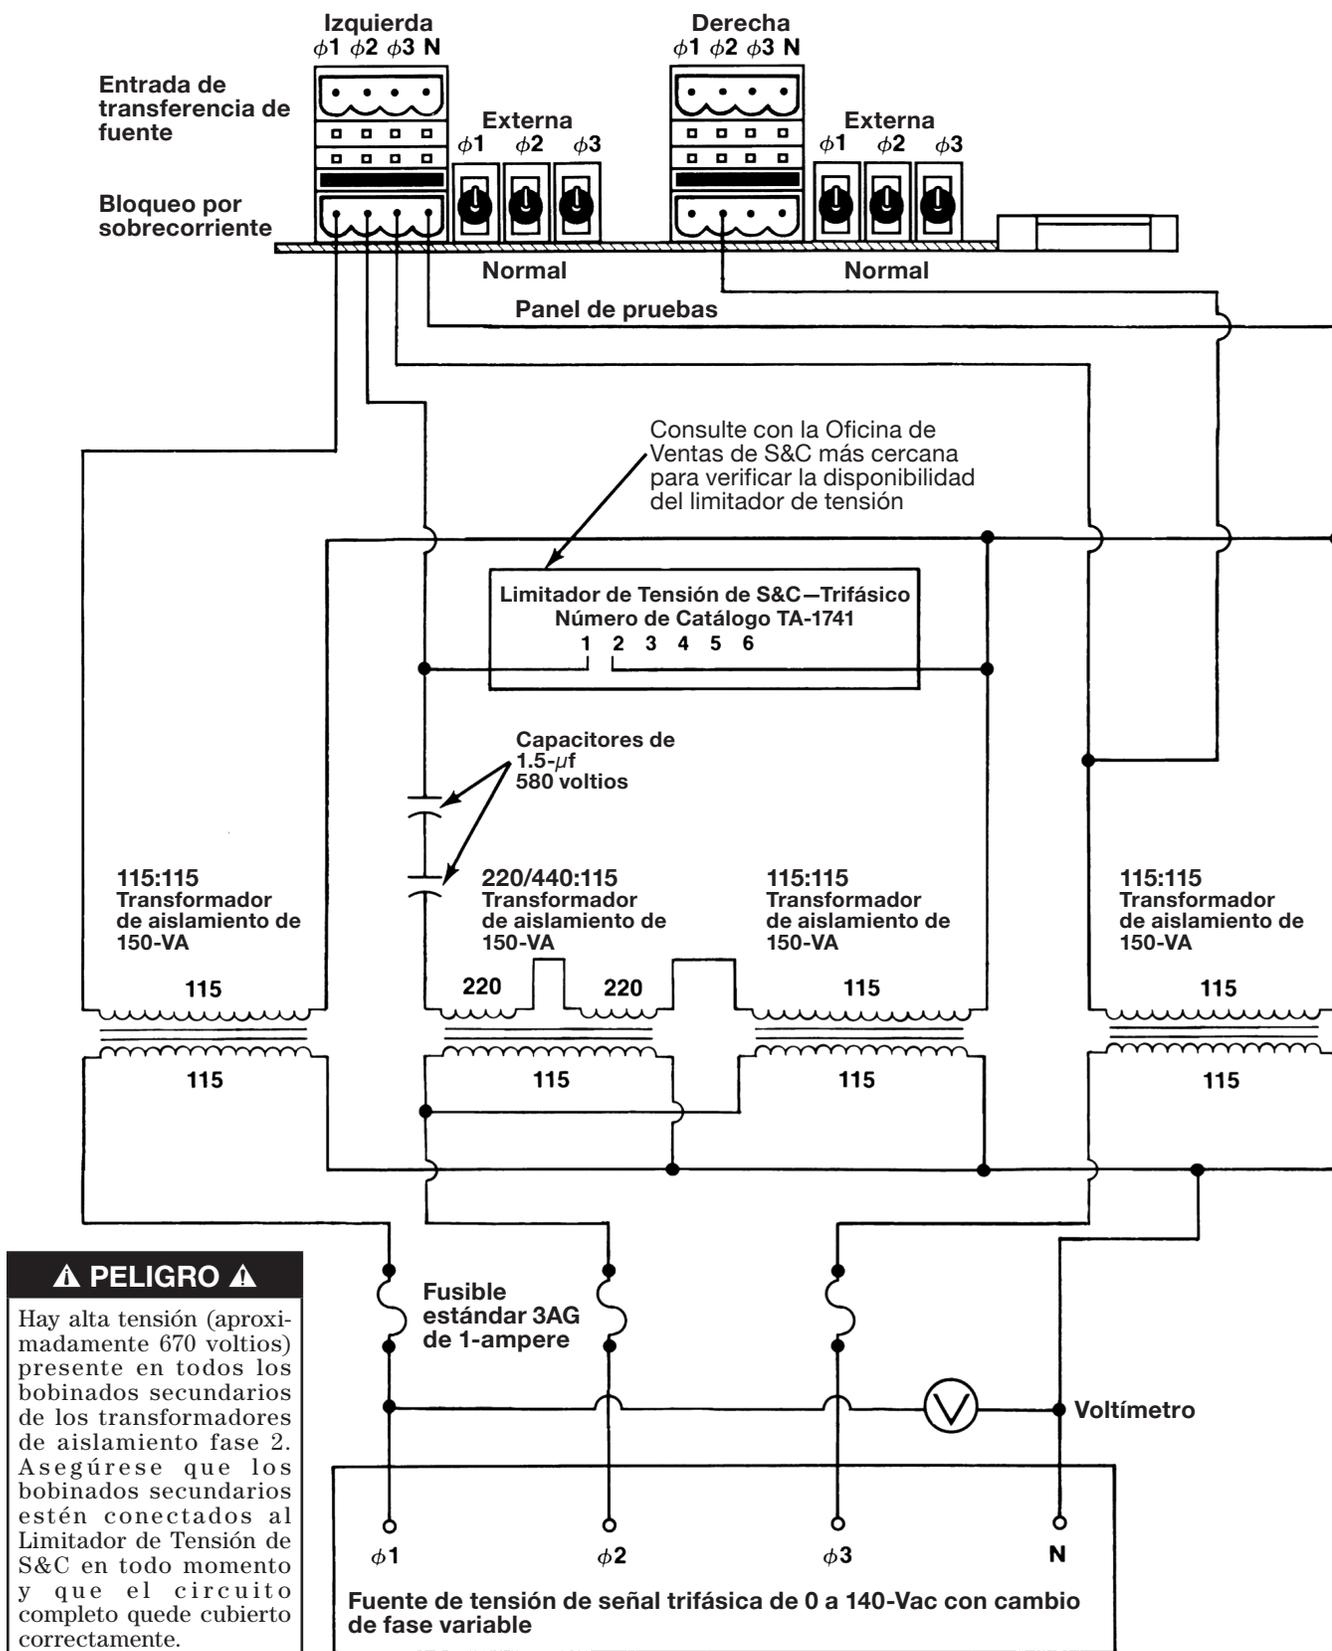

Figura 5. Diagrama de conexión del circuito de prueba fuente trifásica para las aplicaciones en equipos tipo pedestal.
Paso 5 Coloque los interruptores selectores de externa/normal del panel de pruebas de la fuente izquierda y de la fuente derecha en la posición “EXTERNA”. Ver Figura 5 en la página 16.
Paso 6 Si hay disponible una fuente de tensión de señal trifásica de 140-voltios,60-Hz con cambio de fase variable, establezca las conexiones del circuito de prueba trifásico fuente según se indica en la Figura 5 de la página 16.
Paso 16 *Si se utiliza el circuito trifásico de prueba fuente que se muestra en la Figura 5 de la página 16, repita los Pasos 11 al 15 para la fase 2 y luego para la fase 3.*
Esta prueba se puede realizar sólo si se utiliza el circuito de prueba de la fuente trifásica que se muestra en la Figura 5. *En caso de que se utilice el circuito monofásico de prueba fuente, continúe con el Paso 22.*